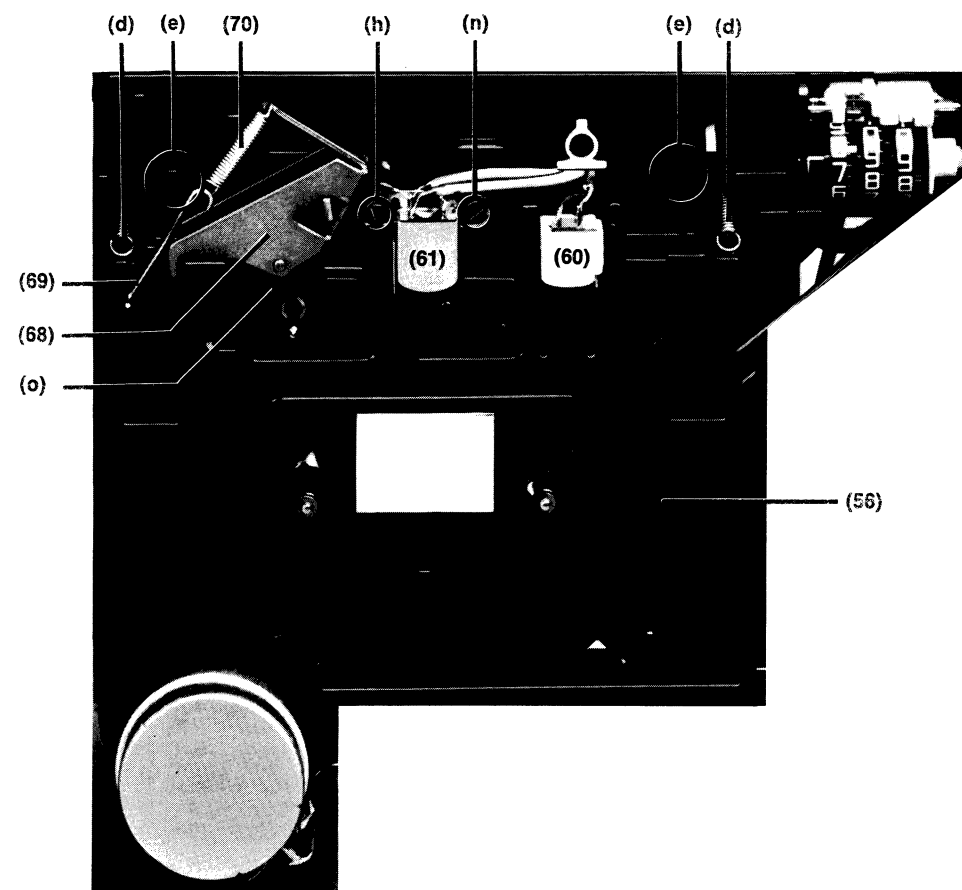

Bild 6
1. Kopfwechsel [Abb. 6]
8. Zählwerkriemen (46) wechseln [Bild 6 u. 10]
**9. Kupplung (50) überprüfen bzw. ausbauen
[Bild 6 u. 10]**
10. Wickelteller (42 Rücklauf) überprüfen bzw. ausbauen [Bild 6 u. 10]
11. Andruckrolle (o) [Bild 6]